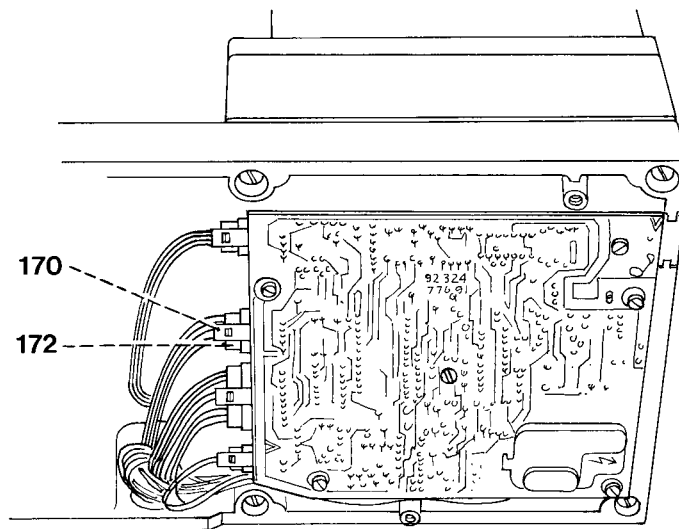

Fig.49b
- Das Fünfer-Steckergehäuse 172 in die Fünfer-Stiftwanne stecken (Fig. 49b).